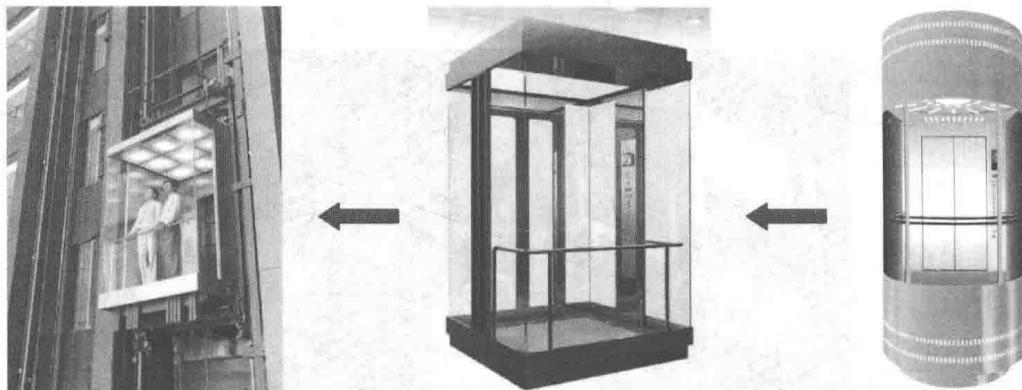

图 1-10 观光电梯
(1) 乘客电梯 乘客电梯是指为运送乘客而设计的电梯，以运送乘客为主，对舒适性和安全性要求较高。它被运用于高层住宅或商场、酒店等一些人流量较大的公共场合。载重一般在 2000kg 以下，GB7588—2003 规定按每人 75kg 计算载人数量。代表其技术水平的主要性能指标是电梯的速度。速度越高，设计难度及安装难度就越大。
(2) 载货电梯 载货电梯是指为运送货物的电梯，一般是重量比较重的货物，有时需要将叉车开进轿厢里，它广泛适用于工厂，所以在轿厢结构上与乘客电梯也有些区别。代表其技术水平的主要性能指标是电梯的额定载重。载重越高，设计难度及安装难度就越大。
(3) 观光电梯 观光电梯是指乘客在乘坐电梯时可以观看外面景色的电梯，轿厢的材质采用安全夹胶玻璃，实际上也就是在乘客电梯的基础上更换一个玻璃轿厢（图 1-10）。
(4) 医用电梯（病床电梯） 医用电梯是指运送病床及相关医疗设备的电梯。除电梯的轿厢尺寸比较特殊外，在结构上和乘客电梯没有什么区别。根据使用需求，可能会增加一些残障功能（包含残疾人操纵箱、盲文按钮、语音报站、扶手、后壁镜）。
(5) 家用电梯 家用电梯是指安装在私人住宅中，仅供单一家庭成员使用